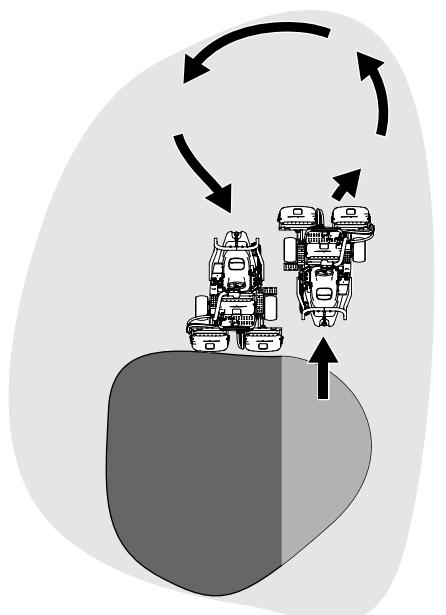

Figura 27
- Para ganar tiempo y facilitar la alineación correcta para la pasada siguiente, gire la máquina momentáneamente en la dirección opuesta, y luego gire hacia la parte que todavía no está segada. Este movimiento forma un giro en forma de lágrima (Figura 27), que permite alinear la máquina rápidamente para la pasada siguiente.